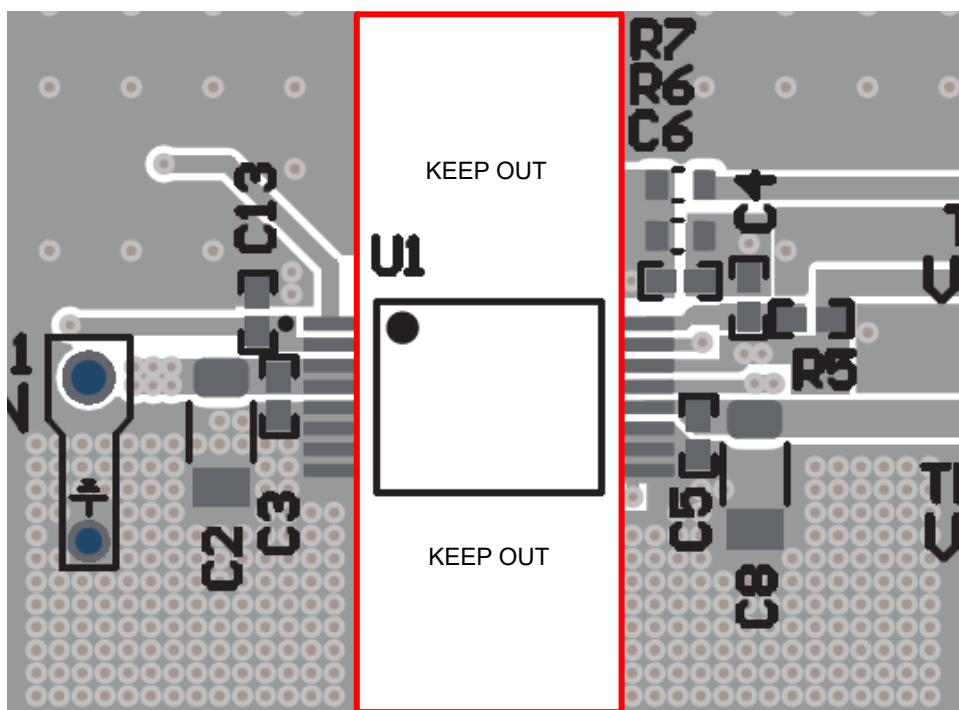

図 8-8. 絶縁禁止領域
6. 沿面距離: データシートに規定されている沿面距離、空間距離、電圧絶縁定格を完全に維持するため、UCC34141 の直下に信号パターンを配線したり、部品を配置したりしないようにします。定義された絶縁バリア全体で、空間距離を赤色でハイライトしたままにします。基本絶縁でのキープアウトの空間距離は、強化絶縁要件 (8.2mm) より 50% 短くできます。8.2Mm を使用すると、追加のマージンが得られます。図 8-8 にレイアウトの例を示します。